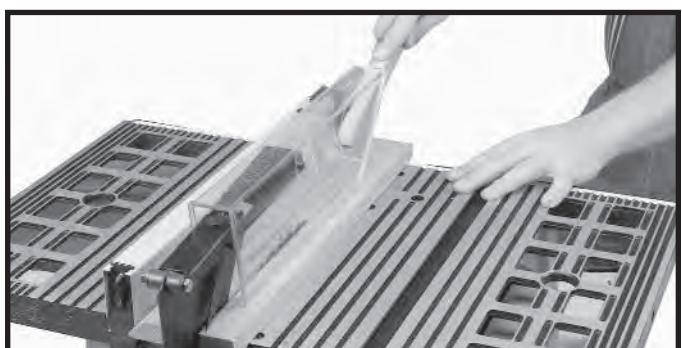

Fig. 41
2. Si el trabajo cortado longitudinalmente tiene menos de 10 cm (4 pulgadas) de ancho, siempre debe usarse una vara para empujar para completar la alimentación, como se muestra en la Fig. 41. La vara para empujar puede realizarse fácilmente a partir de material de desecho, según se explica en la sección “CONSTRUCCIÓN DE UNA VARA PARA EMPUJAR”.